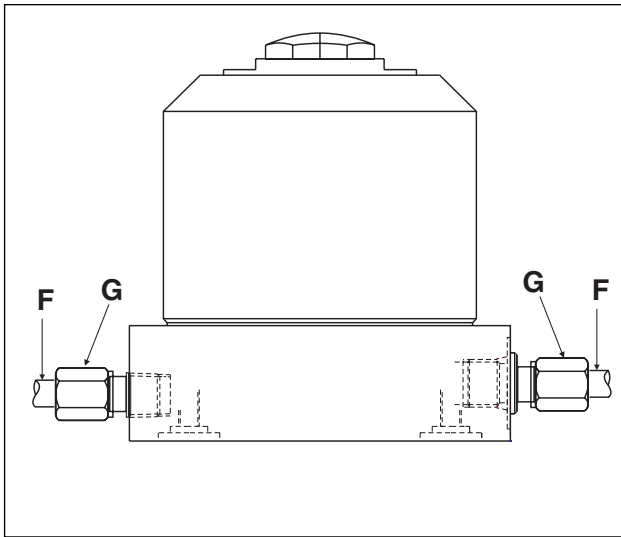
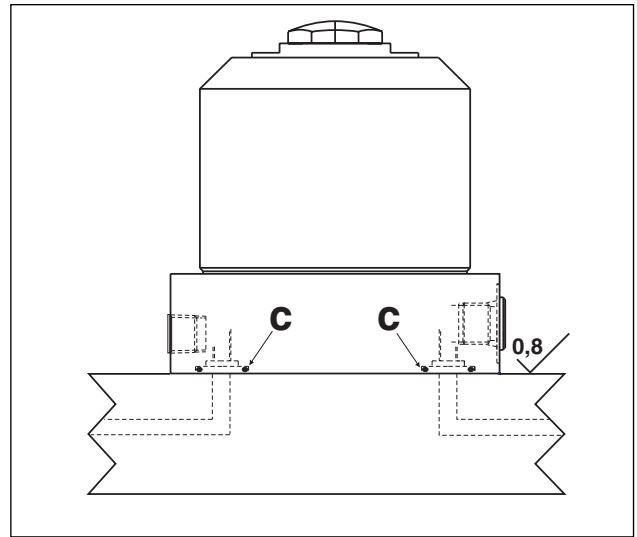

Figure 4 - Support de travail à «purge d'air» ou à «ressort pneumatique» utilisant l'orifice d'aération latéral
Figure 5 - Support de travail à «purge d'air» ou à «ressort pneumatique» utilisant l'orifice d'aération du bloc foré
1. Brancher la conduite d'alimentation air (article F) sur l'orifice d'aération latéral (voir la figure 4) ou l'orifice d'aération du bloc foré (voir la figure 5). Si le branchement est effectué sur l'orifice latéral, le raccord d'aération doit d'abord être retiré. Pour le branchement sur l'orifice d'aération du bloc foré, retirer le bouchon fileté et le joint en cuivre de l'orifice, lubrifier légèrement le joint torique fourni et l'installer dans la noyure du pourtour de l'orifice.
3. Brancher la conduite d'alimentation air (article F) sur l'orifice d'aération latéral (voir la figure 4) ou l'orifice d'aération du bloc foré (voir la figure 5). Si le branchement est effectué sur l'orifice latéral, le raccord d'aération doit d'abord être retiré. Pour le branchement sur l'orifice d'aération du bloc foré, retirer le bouchon fileté et le joint en cuivre de l'orifice, lubrifier légèrement le joint torique fourni et l'installer dans la noyure du pourtour de l'orifice.